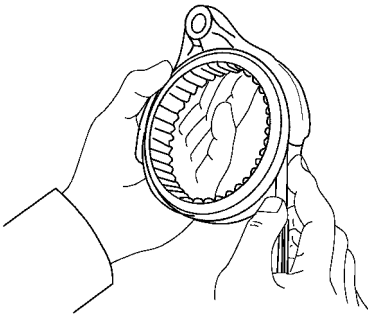

图 10-24 用塞尺测量换挡叉和啮合套的间隙
(4) 测量换挡叉和啮合套之间的间隙。使用塞尺进行测量其间隙，如图 10-24 所示。